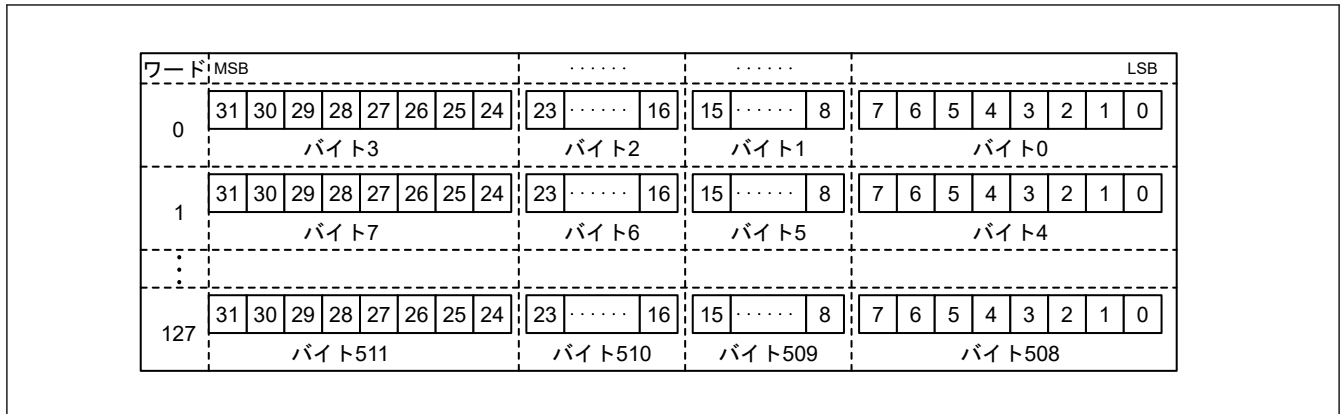

図 34.5 SD\_BUF 格納データ
3. SD\_BUF に格納されたデータが SD\_BUF0 から読み出される (図 34.5 を参照)。